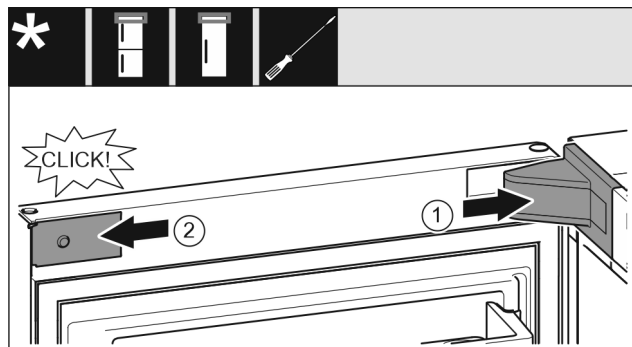

Fig. 22
- ▶ Așezați apărătoarea suporturilor de lagăr și fixați-o în poziție, după caz, desfaceți-o prin apăsare cu precauție. Fig. 22 (1)
- ▶ Aplicați și fixați în poziție masca. Fig. 22 (2)